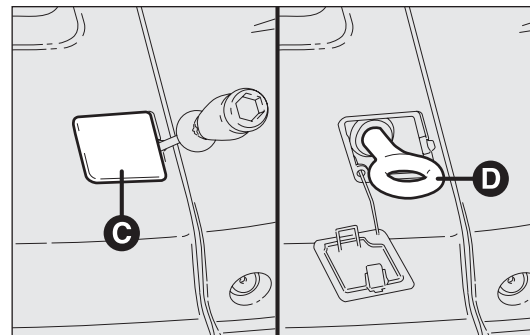

fig. 219
- prendre le tournevis fourni dans le tiroir et faire lever au point indiqué et soulever le bouchon C-fig. 219;
- prendre le crochet d'attelage D dans le tiroir et le visser sur l'axe fileté fig. 219.